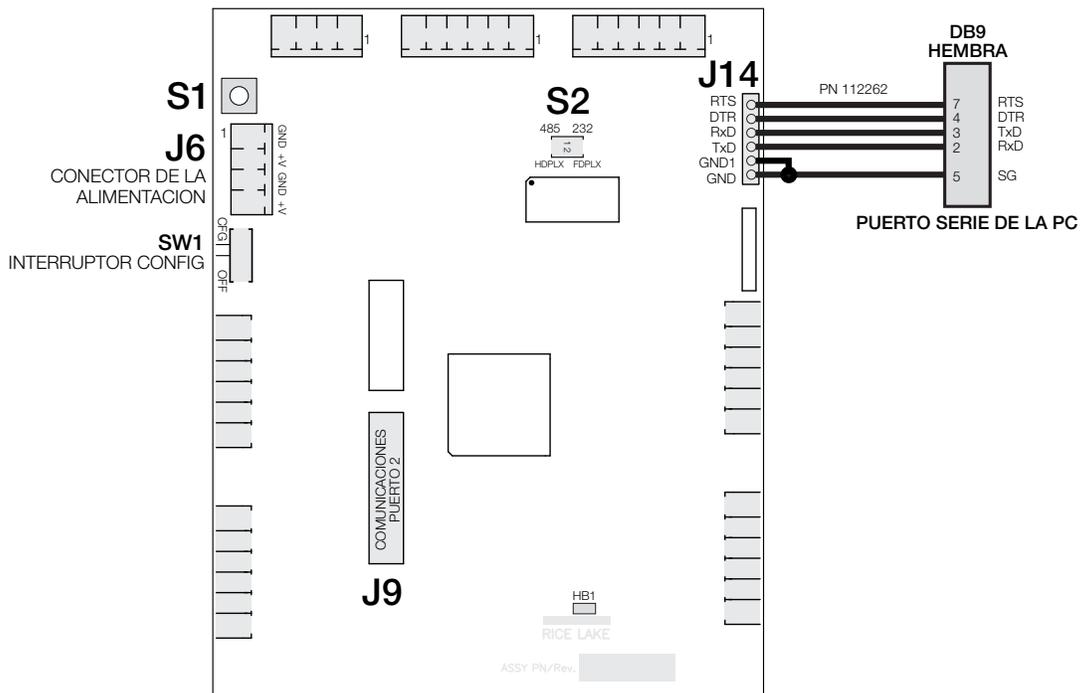

Figura 8-4. Conexión al anfitrión de la tarjeta CPU de la iQUBE2
1. Conecten el cable de programación al conector J14 como mostrado en la Figura 8-4 y la Tabla 8-5 en la página 66.